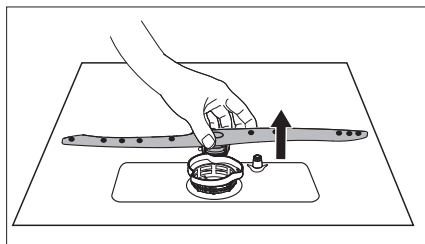

Fig. 22
- Retirez le bras d'aspersion (1) de l'appareil pour le nettoyer. Pour ce faire, soulevez légèrement le bras d'aspersion et retirez-le (voir **fig. 22**).